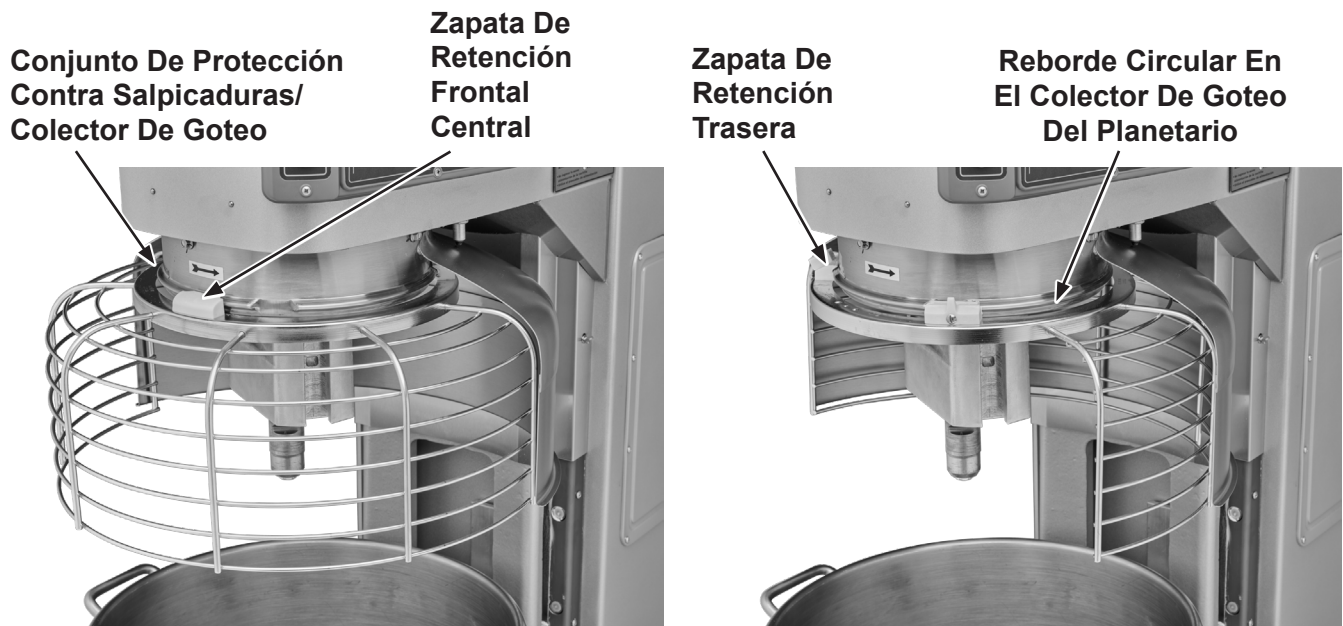

Fig. 14
6. Ponga la rejilla en la posición delantera central (Fig. 14).
REJILLA DEL TAZÓN (Fig. 14)